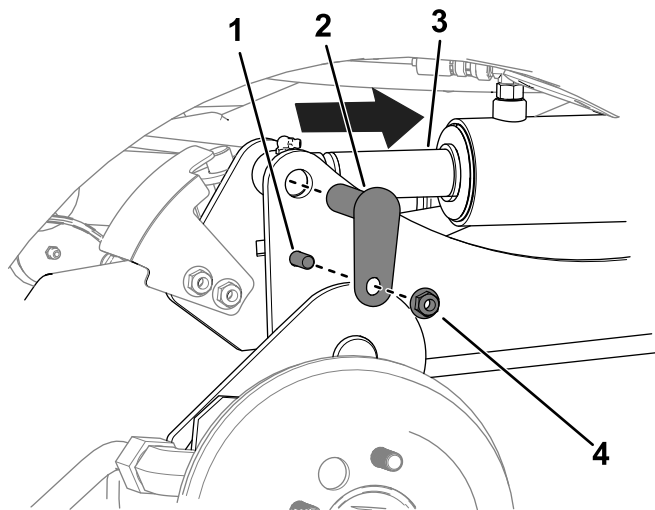

Figure 10
- C. À l'aide d'un pointeau, alignez les trous des tiges de vérin et les trous des bras de levage (Figure 10).
D. Avec 2 boulons ($\frac{3}{8}$ x $1\frac{1}{4}$ po), 2 écrous ($\frac{3}{8}$ po) et 2 petits axes, fixez les bras de levage aux vérins (Figure 10).